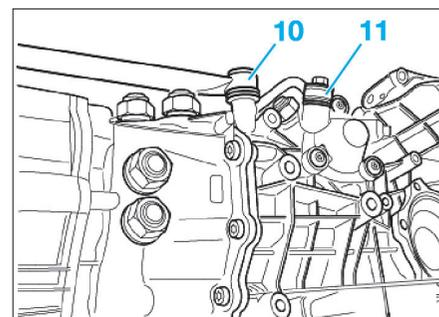

Fig. 4
- Dévisser la tringle de commande (10) des vitesses (Fig.4).
- Dévisser la tringle de poussée (11) à l'aide d'une clé mâle coudée pour vis à six pans creux de 8 mm.